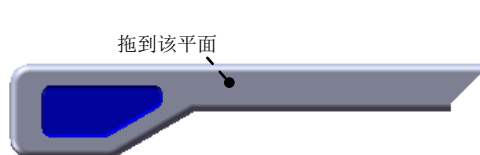

图 13.4.26 成形特征 1
Step5. 创建图 13.4.26 所示的成形特征 1。
(1) 单击任务窗格中的“设计库”按钮 , 打开“设计库”对话框。
(2) 单击“设计库”对话框中的 ch13 节点, 在设计库下部的列表框中选择“file_shaped_tool_03”文件并拖动到图 13.4.26 所示的平面, 在弹出的“成形工具特征”对话框中单击 按钮。